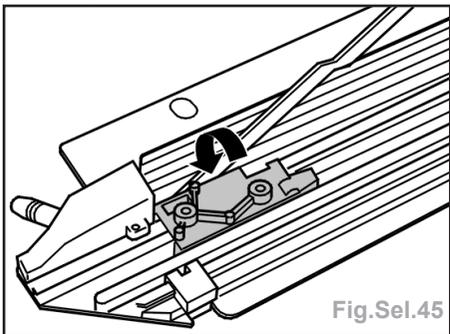

Fig.Sel.45
- Incliner le support de la gouttière et presser pour le mettre en place (Fig.Sel.45).